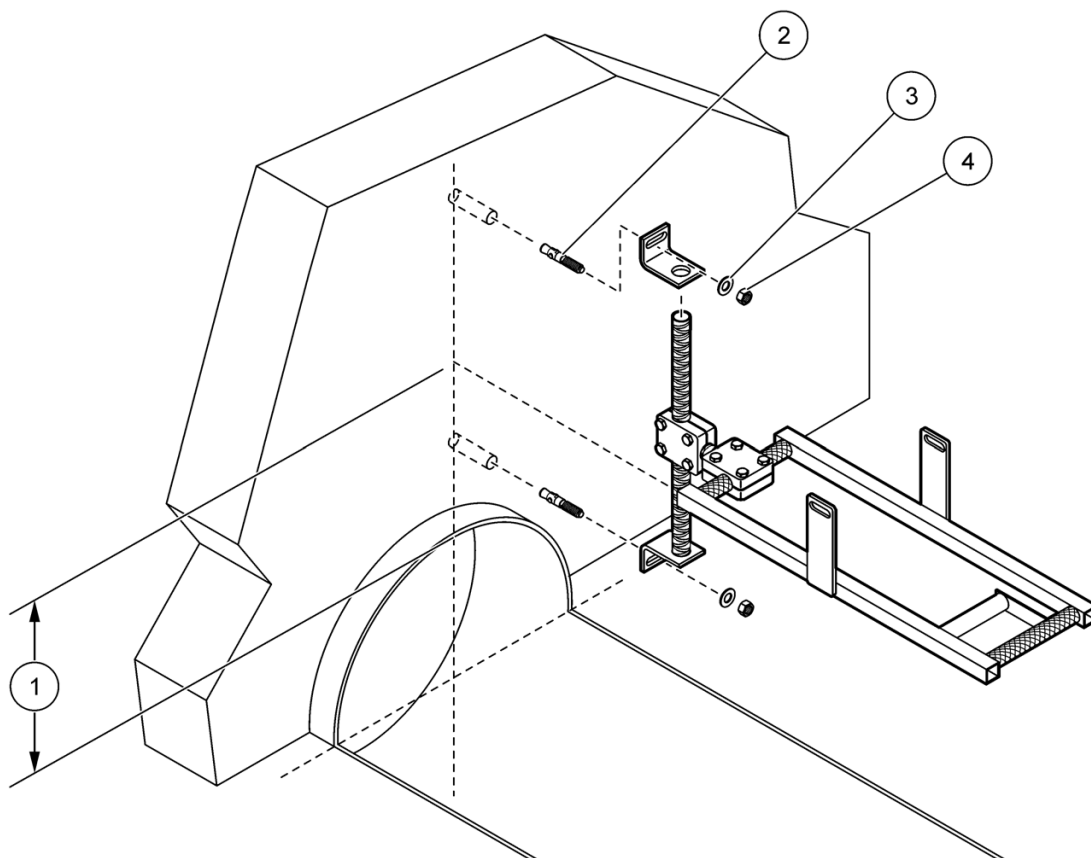

Figura 9 Instalación en pared
1. Haga una marca en la pared que identifique la ubicación de la parte superior del chasis del sensor (Figura 9). Los soportes de pared se instalarán por encima y por debajo de esta marca.
4. Conecte el chasis al soporte de pared con un separador tal como se muestra en la Figura 9. El separador de 12 pulgadas podría ser necesario para ubicar el sensor más lejos de la pared cuando el borde del conducto es muy grande.
1. Mida directamente desde por encima de la corona del conducto hasta la parte superior del chasis (Figura 9 en la página 17).